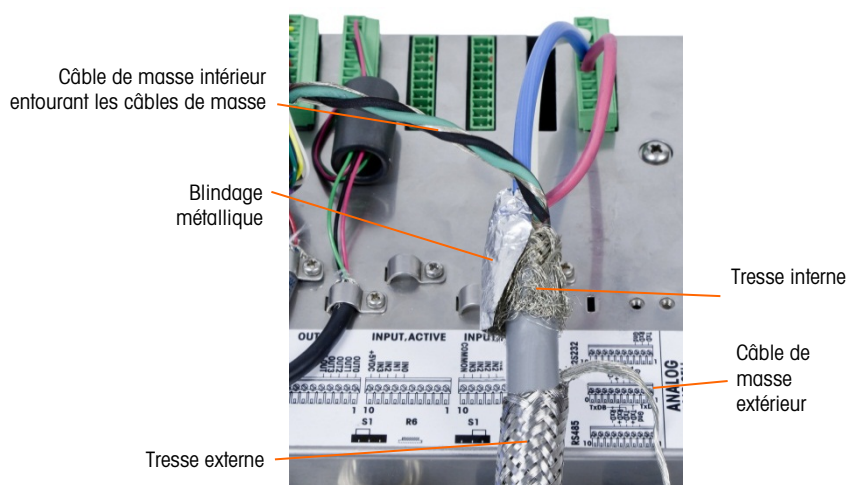

Figure A-67 : Câble du circuit autonome POWERCELL PDX, enceinte de montage sur panneau
- a. Faites reculer la tresse externe et repliez régulièrement la tresse interne et la feuille métallique du blindage découpées par-dessus la gaine isolante du câble, comme sur la Figure A-67.